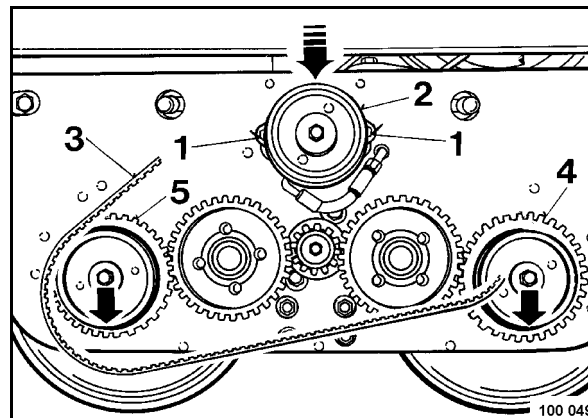

Fig. 75
- Soltar ambos tornillos hexagonales 1 (Fig. 75), presionar el acoplamiento (2) hacia abajo, y retirar la correa dentada (3).